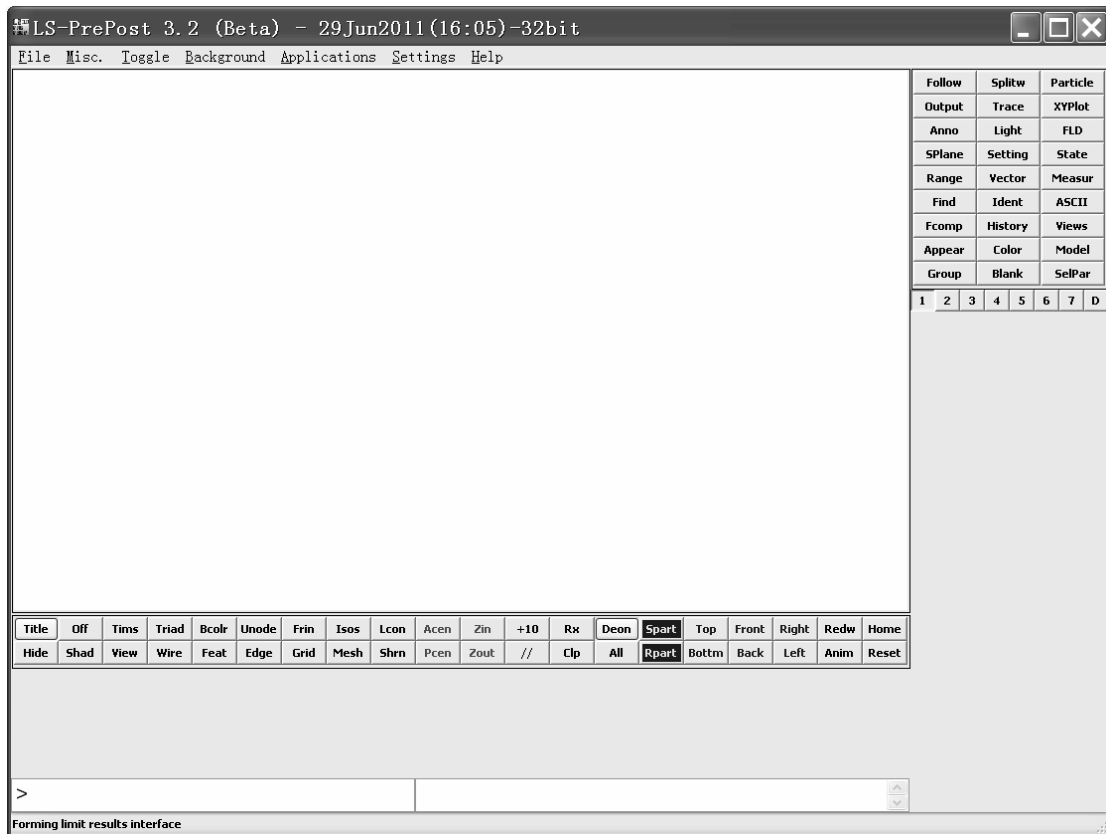

图 5-32 LS-PREPOST 操作界面
(2) 单击 LS-PREPOST 操作界面上部的“Background”下拉菜单,再单击“Plain”,将背景变为白色(见图 5-32)。